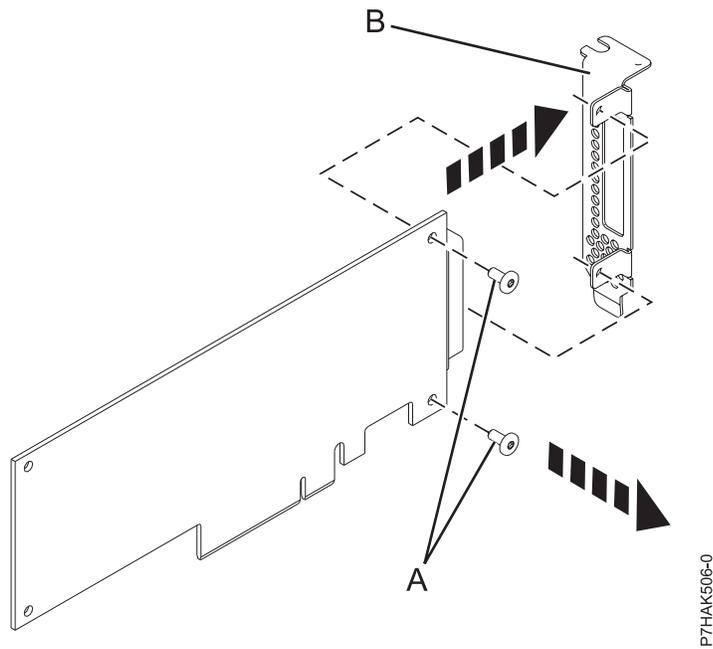

図 49. PCIe アダプターからのローププロファイル・テール・ストックの取り外し
2. 54 ページの図 49 に示すように、プラスのねじ回しを使用して、テール・ストック (B) を PCIe アダプターに取り付けている 2 個のねじ (A) を外します。